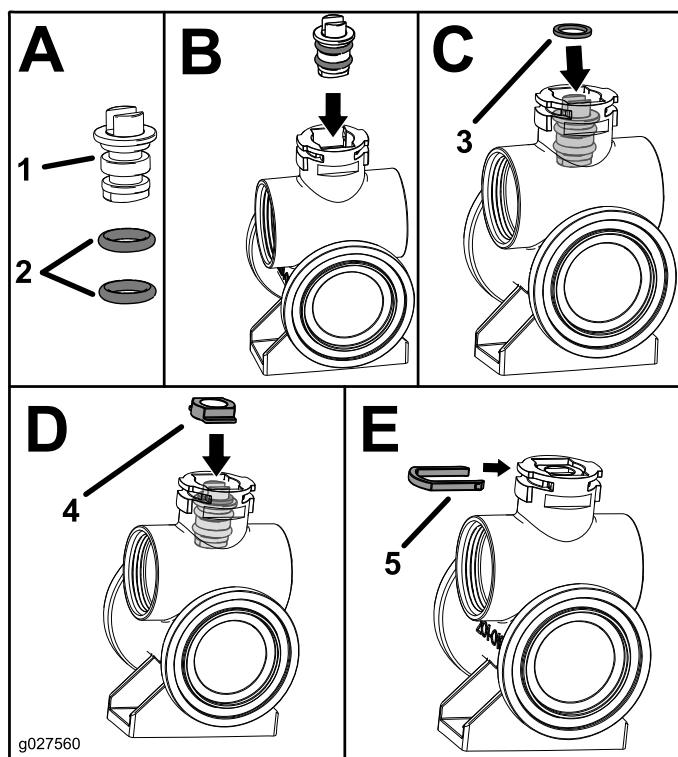

Рисунок 4
1. Нанесите консистентную смазку на шток клапана и установите на него новые уплотнительные кольца (вид А; Рисунок 4).
2. Установите шток клапана в сборке в корпус клапана (вид В; Рисунок 4).
3. Установите упорную шайбу на шток клапана в сборе (вид С; Рисунок 4).
4. Установите держатель штока на шток клапана в сборе (вид D; Рисунок 4).
5. Установите шплинт держателя штока (вид E; Рисунок 4).